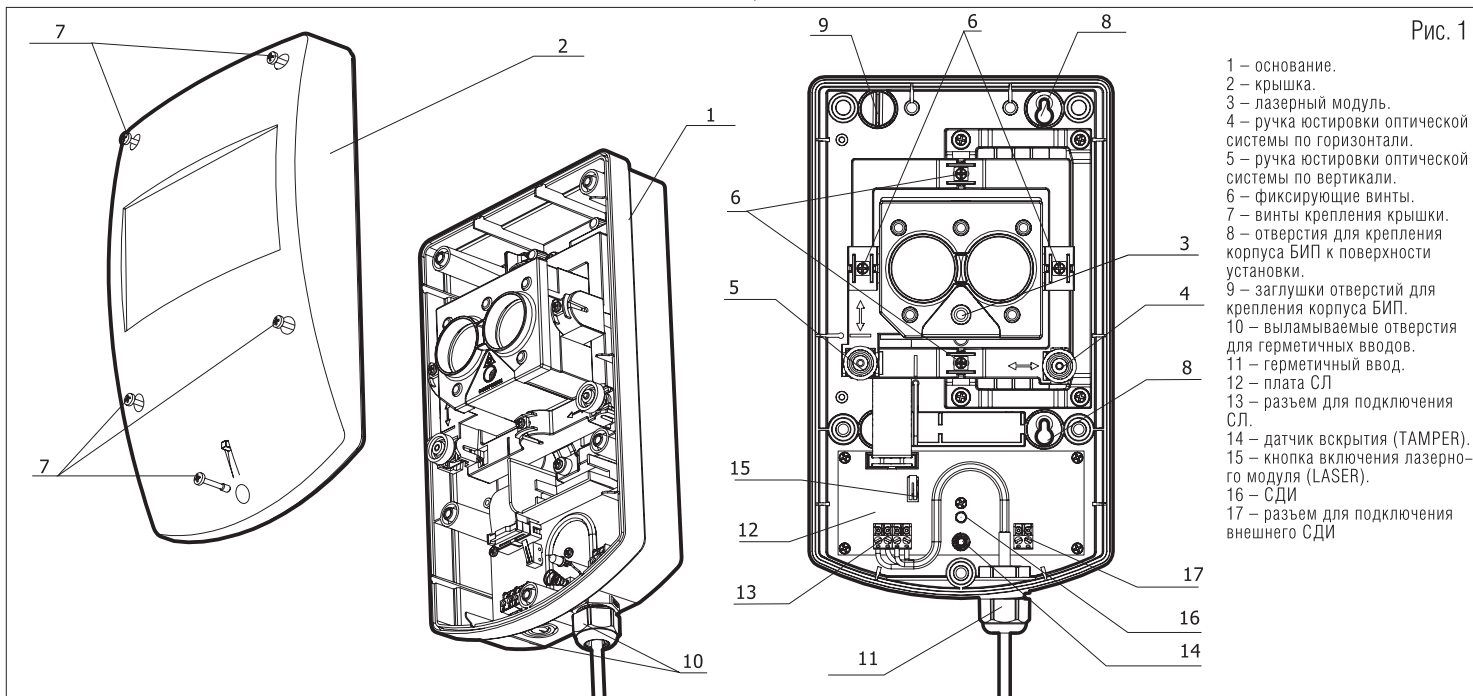

Рис. 1
- Вид БИП со снятой крышкой показан на рис. 1.
2. Средняя мощность излучения лазерного модуля (3, рис. 1),
- изъять (временно) заглушки для крепления корпуса (9, рис.1);
- закрепить основание (1, рис.1);
2. Нажать и отпустить кнопку LASER (15, рис.1)
4. С помощью ручек юстировки 4 и 5 (рис. 1) совместить пятно от лазера с отражателями. Диаметр пятна ИК-луча ИПДЛ на расстоянии 100 м от ИПДЛ составляет примерно 3 метра, поэтому нет необходимости точно совмещать центр пятна луча лазерного модуля с центром отражателей. Достаточно, чтобы пятно луча лазерного модуля лежало в области отражателей (см. Рис.5).
5. По окончании юстировки следует затянуть фиксирующие винты 10 (рис.1).